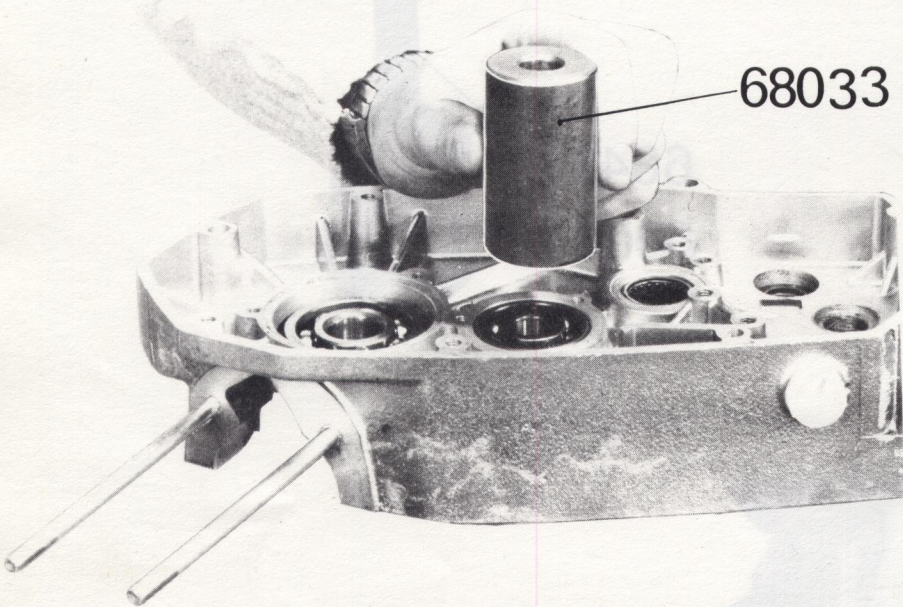

Figure 59
- Le carter étant préalablement chauffé (80 à 100°), le placer sur le guide n° 68032, la chambre des volants tournée vers le bas (figure 59).